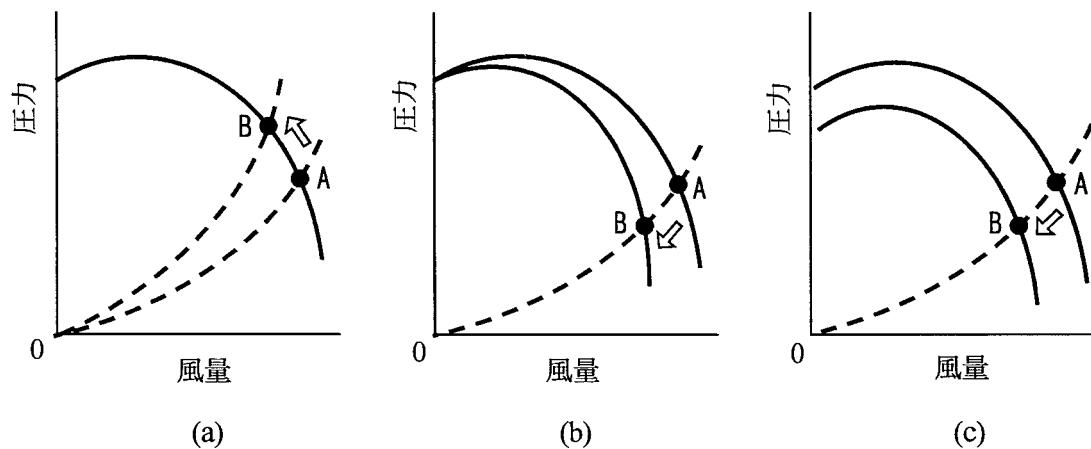

図3 各風量制御の概念
3) 図3は、送風機の風量制御において、吐出し管系の抵抗制御、吸込み管系の抵抗制御及び回転速度制御を用いてA点からB点に風量を絞るときの概念を示したものであり、実線が送風機特性曲線、破線が吐出し管系の抵抗曲線である。これらの制御の中で、風量を絞ったときの送風機の軸動力の低減率が最も劣るのは 13 制御であり、その風量制御の概念は図3の 14 のように示される。